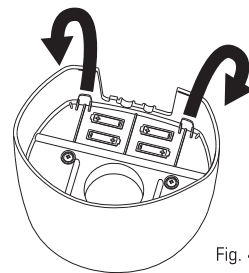

Fig. 44
Compruebe las baterías. Asegúrese de que las baterías estén completamente insertadas.	La pantalla debería parpadear en 5 segundos después de instalar las baterías. -Verifique la orientación (pág. 10, Fig. 44). -Cambie las baterías
1. Coloque la Cubierta superior boca abajo, sobre un paño suave. Abra la puerta del compartimento de la batería al jalar con cuidado de dos lengüetas para plegar la puerta hacia atrás (Fig. 44).